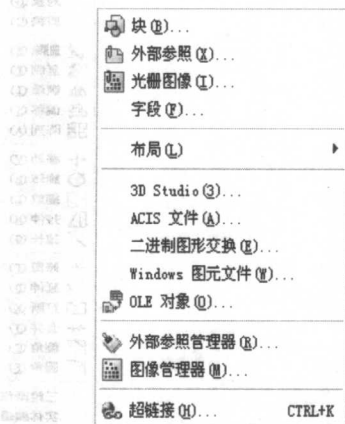

图 1-1-3
(2) 插入: 插入菜单命令主要包含 AutoCAD 的图块、外部参照、外部文件的插入和管理以及绘图空间的布局等, 效果如图 1-1-3 所示。